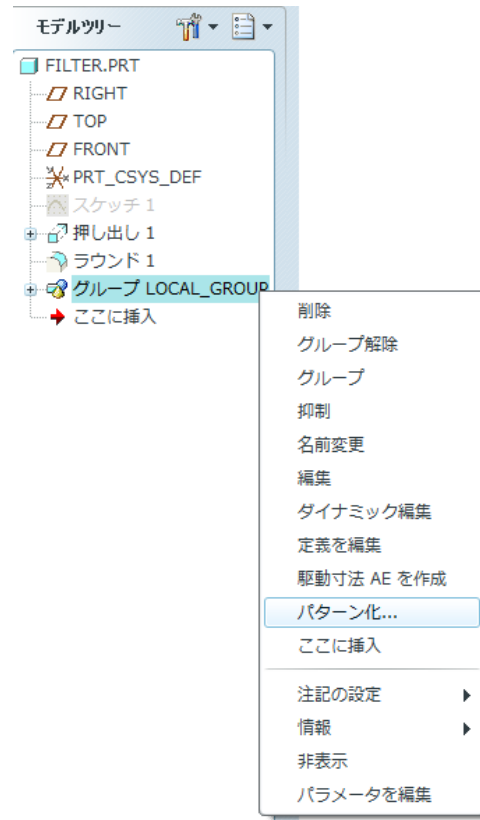

図 13-71 パターン化の選択
- モデルツリー内の「グループ LOCAL_GROUP」をクリックし、さらにハイライトされた文字上で右クリックをした後、「パターン化」を選択。(図 13-71)